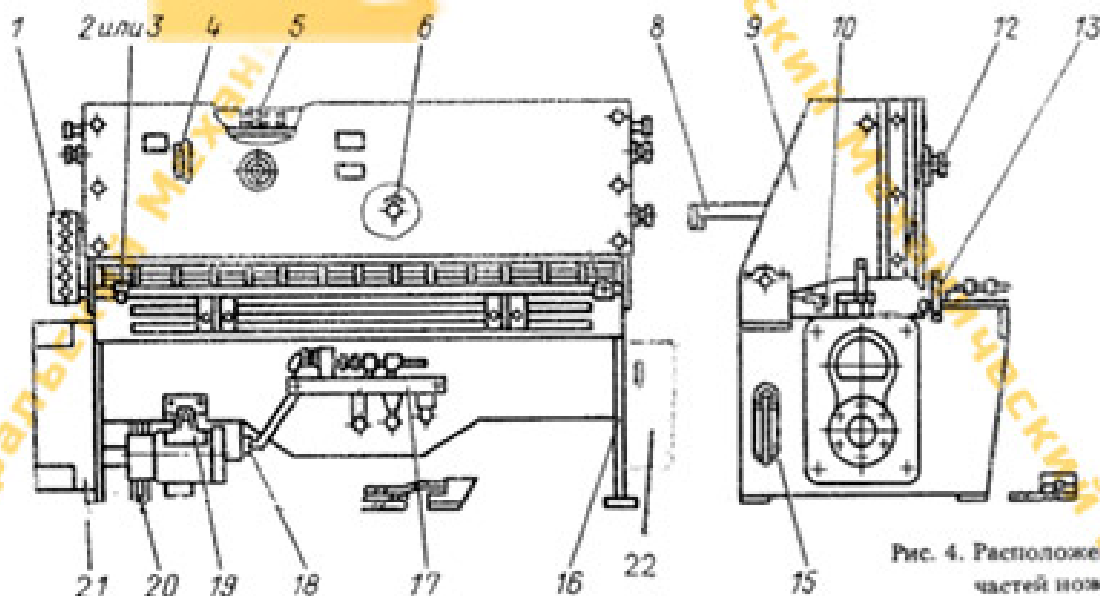

Рис. 4. Расположение составных частей ножниц
4.1. Общий вид ножниц с обозначением составных частей показан на рис. 4